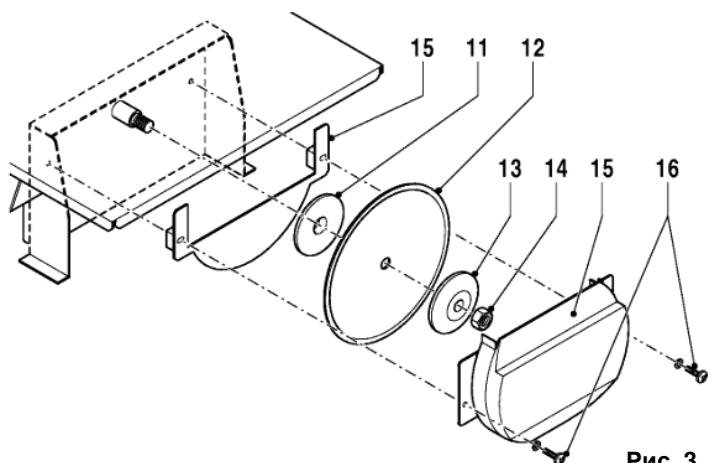

Рис. 3
- Установите обратно внутреннюю кромку (11)(См. Рис.3), диск (12) и внешнюю кромку (13). При установке диска убедитесь, что направление вращения соответствует стрелке на ограждении.
- Установите на место гайку (14)(См. Рис.3) и крепко затяните ее.
- Установите крышку корпуса (15)(См. Рис.3). Крепко затяните винты (16).